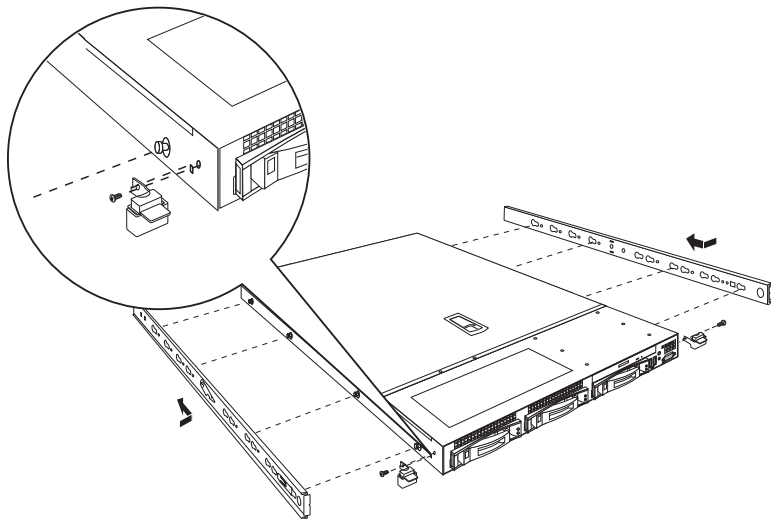

图 22 R515 服务器 内导轨及机箱把手安装示意图
3. 如图 22 所示，使用螺钉将机箱耳片固定到机箱两侧；将机箱上四颗挂钉与导轨上相应的葫芦孔大头对准，并按箭头所示的方向向前移动导轨，直到听到固定弹片的复位声，则内导轨与机箱安装完成；